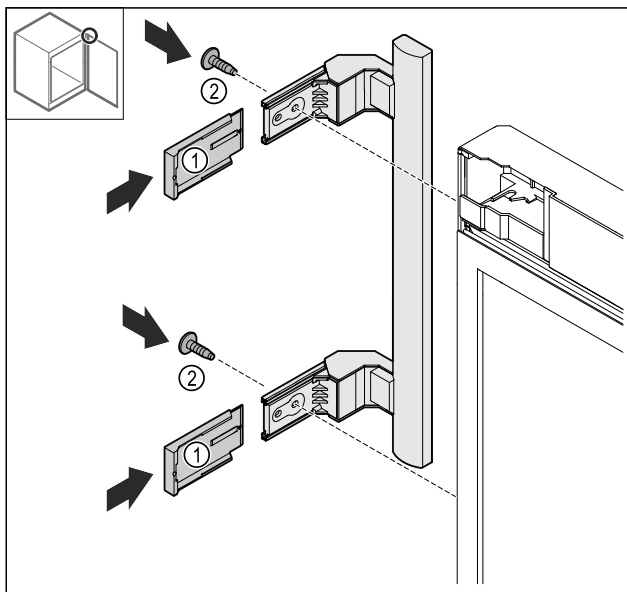

Fig. 26
- Насуньте накладку Fig. 26 (1).